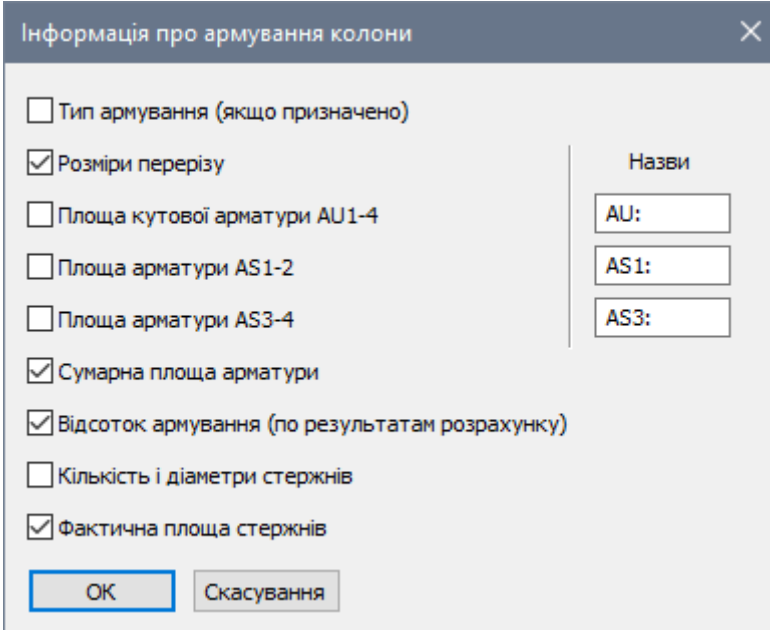

Рис. 27.10. Діалогове вікно **Інформація про армування колон**
- Викличте діалогове вікно **Інформація про армування колони** (рис. 27.10) натисканням по кнопці  – **Налаштувати інформацію про армування колон** у розкритому списку **Інформація про армування колон** (панель **Основна арматура** на вкладці **Армування**).